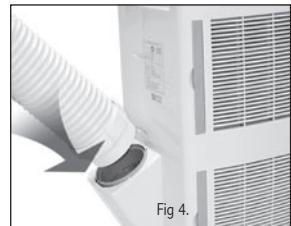

Fig 4.
**D. Raccordez le tuyau de sortie au conditionneur d'air : Fig 4.**